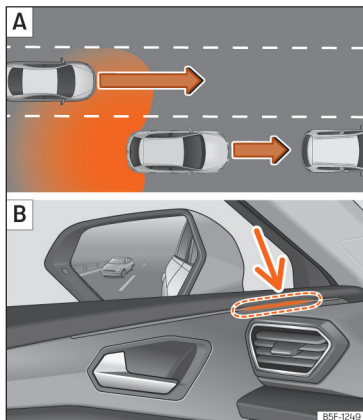

Abb. 190 Schematische Darstellung: **A** Überholvorgang mit Verkehr im hinteren Bereich. **B** Anzeige des Spurwechselassistenten an der Kontrollleuchte links.
In nachfolgenden Situation wird die Anzeige in der Kontrollleuchte »» **Abb. 190 B** (Pfeil) oder »» **Abb. 191 B** (Pfeil) dargestellt:
- Bei einer Überholung durch ein anderes Fahrzeug »» **Abb. 190 A**.